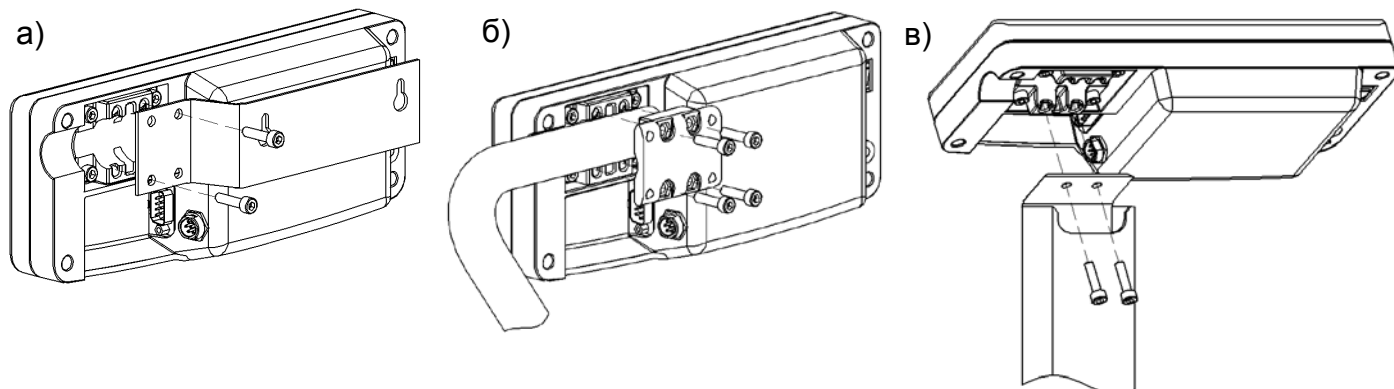

Рис. 5.4 - Варианты крепления устройства индикации:
Варианты крепления устройства индикации приведены на Рис. 5.4.
- Подсоединить двумя винтами M5×20 кронштейн к устройству индикации (Рис. 5.4а).
- Закрепить устройство индикации на стойке кронштейном, затянув четыре винта M5×30 с небольшим усилием (Рис. 5.4б).
- Закрепить двумя винтами М5×20 устройство индикации на стойке (Рис. 5.4). Излишек кабеля заправить в стойку.